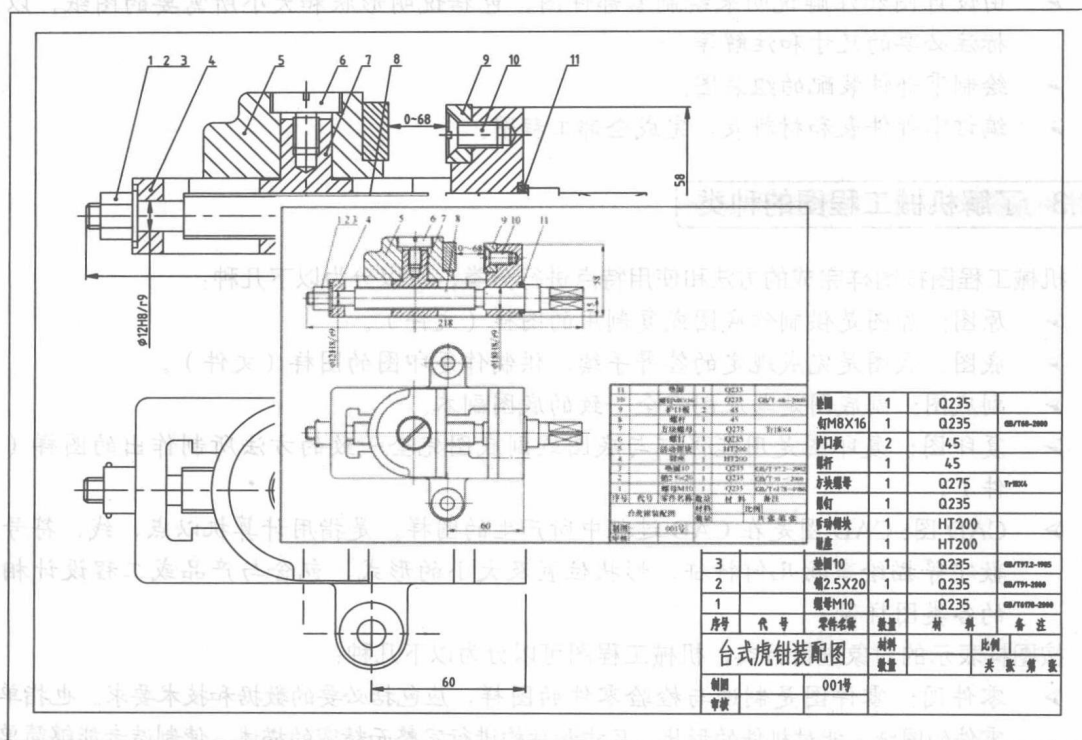

图 1-4 装配图效果
▶ **装配图**：装配图是表达产品、部件中部件与部件、零件与部件，或零件之间连接的图样，应包括装配（加工）与检验所必需的数据和技术要求，如图 1-4 所示。其中，产品装配图也称为总装配图，产品装配图中具有总图所要求的内容时，可作为总图使用。